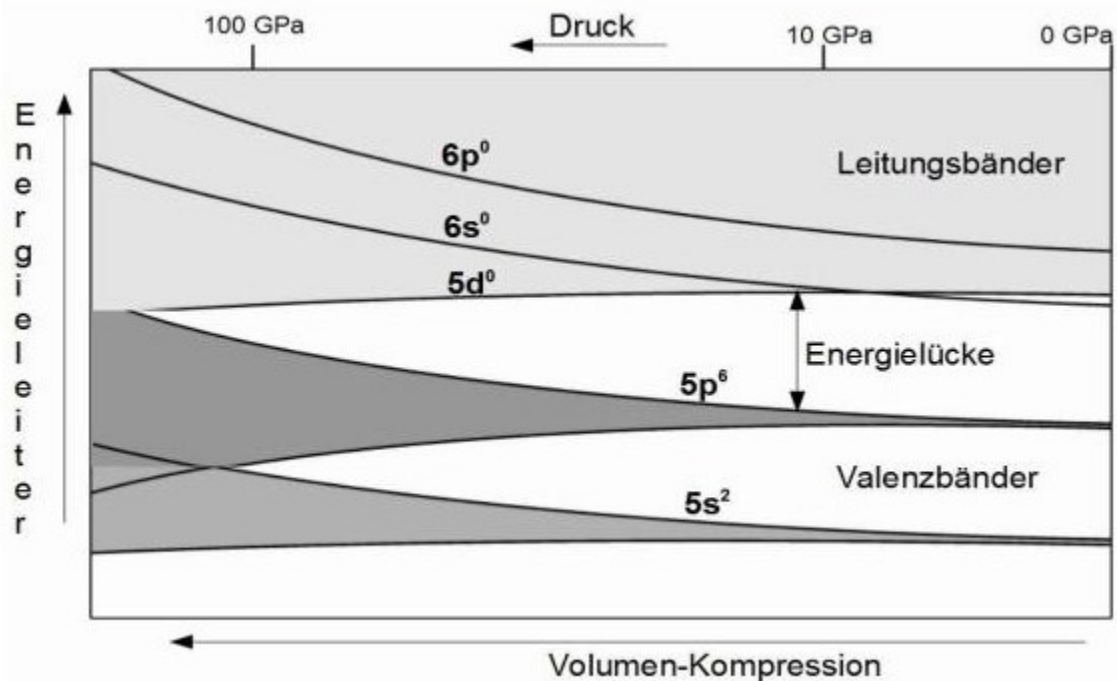

Abbildung 77: Besetzte und unbesetzte Bänder von Xenon unter Druck
**Der Alchemist:** Im Wesentlichen brauchst du nur noch eine zusätzliche Regel! Bei den zwei Wasserstoff-Atomen entstanden aus den beiden 1s-Orbitalen der Atome genau 2 Molekül-Orbitale, das bindende und das anti-bindende. Genau so war es bei Helium, nur dass hier durch die volle Besetzung dieser Orbitale keine Bindung zustande kam. Damit blieb der Abstand zwischen den Helium-Atomen groß und der Energie-Unterschied zwischen den beiden Orbitalen klein. Wenn du den Abstand zwischen den Helium-Atomen durch äußeren Druck vorgeben kannst, dann muss auch diese Aufspaltung zwischen bindenden und anti-bindenden Molekül-Orbitalen größer werden. Dabei funktioniert das aber mit zwei einzelnen Helium-Atomen nicht so einfach. Im festen Helium geht das schon eher, nur hast du dann keine zwei isolierten Helium-Atome mehr, sondern gleich 12 nächste Nachbarn, die bei der Bildung der Molekül-Orbitale mitmischen wollen. Dann musst du eben in dem Bild oben zwischen den bindenden und anti-bindenden Molekül-Orbitalen noch weitere 10 Molekül-Orbitale dazwischen einzeichnen. Schließlich spielen aber auch noch die weiter entfernten Nachbarn mit und füllen das Band dazwischen dicht mit entsprechend vielen Orbitalen, die mit den vorhandenen Elektronen zu besetzen sind. So kommt man bei den Edelgasen von den scharfen Energieniveaus der Atome zu breiten Bändern, die entweder voll besetzt oder völlig leer sind, und die man genau den Atom-Orbitalen zuordnen kann, wie es das nächst Bild 77 zeigt.
Jetzt haben wir das letzte Kapitel im Reiseführer auch erledigt und können mit viel besserem Hintergrundwissen „Die bunte Welt der Elemente“ ordnen. Ein erstes Beispiel liefert euch das Bild 77, das sich mit der Elektronenstruktur von Xenon unter hohem Druck befasst und die Ergebnisse von quantenmechanischen Rechnungen aus den späten 60er Jahren illustriert Ro1968. Zunächst seht ihr am rechten Rand einen Teil aus der Energieleiter für die Elektronenzustände von freien Xenon-Atomen. Die obersten besetzten Zustände sind hier einmal die vollbesetzten 5s²-Orbitale und etwas höher die vollbesetzten 5p⁶-Orbitale. Darüber liegen die unbesetzten Zustände von 5d⁰, 6s⁰ und 6p⁰. Wenn die Atome hier unter Druck dichter zusammen rücken, verbreitern sich die atomaren Energieniveaus zu immer breiteren Bändern. Das oberste besetzte Band bezeichnet man als Valenzband, da es die Valenz oder
Auch hier hilft euch Bild 77. Dort seht ihr, dass die Unterkante des 5d-Bandes unter Druck unter die Unterkante des 6s-Bandes absinkt. Wenn jetzt gerade bei den Übergangsmetallen zwei s-Elektronen pro Atom zur Verfügung stehen, dann zeigt dieses Bild, dass unter Druck mehr und mehr s-Elektronen in d-Zustände übergehen. Kurz spricht man hier von sd-Transfer. Besonders wichtig wird dieser sd-Transfer bei den Alkali- und Erdalkali-Metallen unter Druck. Aber auch bei der Titan-Gruppe liefert diese Änderung in der Bandbesetzung die Erklärung für das besondere Verhalten unter Druck. Man stellt sich vor, dass es günstiger ist, bei dem sd-Transfer gleich eine Gruppe von Atomen ordentlich mit d-Charakter zu versorgen und der anderen Gruppe mehr s-Charakter zu belassen. Teilen ist ja manchmal gar nicht so einfach! Da hilft dann erst noch höherer Druck, der allen genügend d-Elektronen zur Verfügung stellt, um wieder einfachere Strukturen wie die  $cl_2$ -Struktur bei Zirkonium und Hafnium zu stabilisieren. Die nicht ganz dicht gepackte  $cl_2$ -Struktur weist weiter darauf hin, dass eben nur wenige d-Elektronen an dieser Bindung teilnehmen.
Unterkanten von 5s und 5p bei Xe in Bild 77. Das ist so eine Regel, die Theoretiker gut begründen. Dieser Effekt ist gerade bei Lithium besonders stark. Die Experten sagen, das liegt zum großen Teil an der Orthogonalität von 1s- und 2s-Orbitalen. Doch das ist eine längere Geschichte, die wir uns hier wohl schenken können.